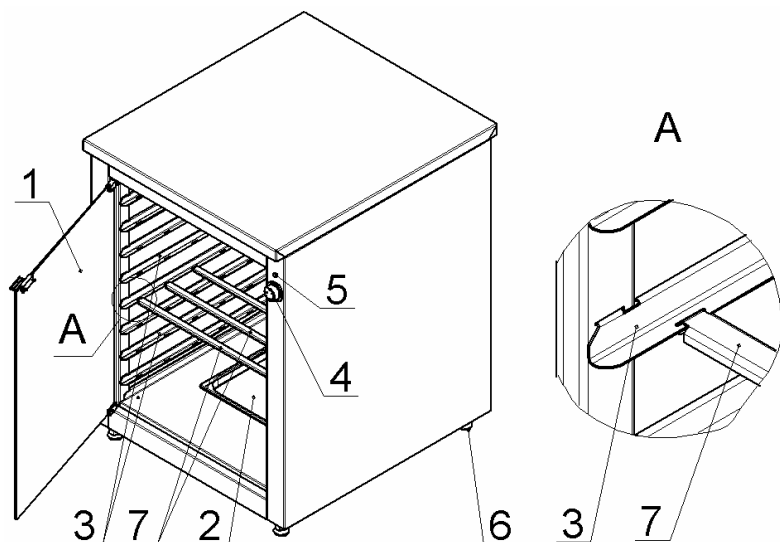

Рис.1
5.1 Общий вид шкафа представлен на рис.1:
Кронштейны уровней (рис.1, поз.3) крепятся в пазах несущих профилей камеры. Для облегчения уборки камеры, кронштейны уровней можно снять и удалить из камеры.
Используя дополнительные кронштейны (рис.1, поз.7), устанавливая их на уровни, как показано на виде А (рис.1), возможно размещать в камере противни или посуду, практически любого размера (только для РТ-530У).
- вынуть ёмкость для воды (рис.1, поз.2) из панели пода камеры шкафа;
5.4 Дверка шкафа (рис.1, поз.1) изготовлена из термостойчивого, травмобезопасного стекла. В закрытом положении дверка фиксируется магнитным замком.
7.3 Установите (по часовой стрелке) лимбом терморегулятора (рис.1, поз.4) необходимую, для процесса расстойки, температуру в камере шкафа (должна загореться сигнальная лампа рис.1, поз.5) – шкаф готов к работе.
7.4 Когда, при достижении заданной температуры воздуха в камере сигнальная лампа погаснет, откройте дверку и установите противни или другие ёмкости с продуктами на кронштейны уровней (рис.1, поз.3). Закройте дверку.
7.5 После окончания работы отключите напряжение, подаваемое на ТЭН, установив лимб терморегулятора камеры (рис.1, поз. 4) в положение «0» (сигнальная лампа должна погаснуть).